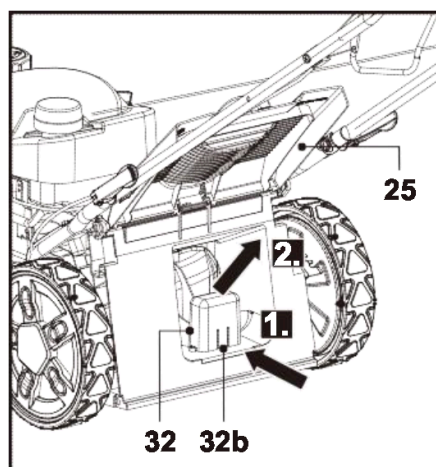

Рис. 17
2. Сожмите фиксирующую защелку (32b), чтобы освободить ее из паза направляющей заднего выброса (29a), затем снимите мульчирующую насадку (32) (см. рис. 17).